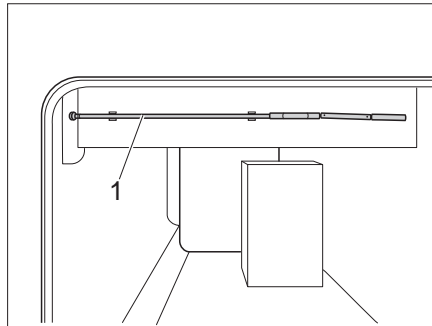

Fig. 118 Manivelle de réglage en hauteur
- Sortir la manivelle (Fig. 118,1) de son support.